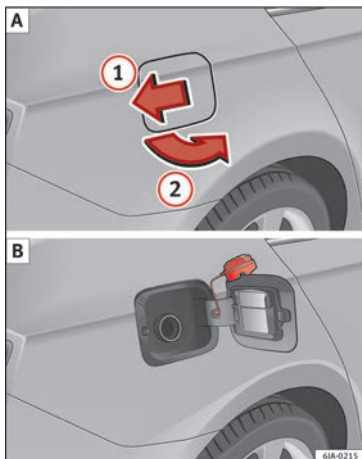

Fig. 203 Parte traseira do veículo, lado esquerdo: tampa do depósito/tampa do depósito com o tampão desenroscado.
Num autocolante colado no lado interior da tampa do depósito, é indicado o tipo de combustível adequado ao seu veículo, bem como o tamanho dos pneus e a pressão correta dos mesmos »» **Fig. 203** .
- Faça pressão sobre a tampa do depósito, no sentido da seta »» **Fig. 203**.
- Desenrosque o tampão de fecho do depósito para a esquerda e coloque-o em cima da tampa do depósito »» **Fig. 203** .
- Uma vez destrancado o veículo com o comando do fecho centralizado pressione sobre a tampa do depósito no sentido da seta »» **Fig. 203**.